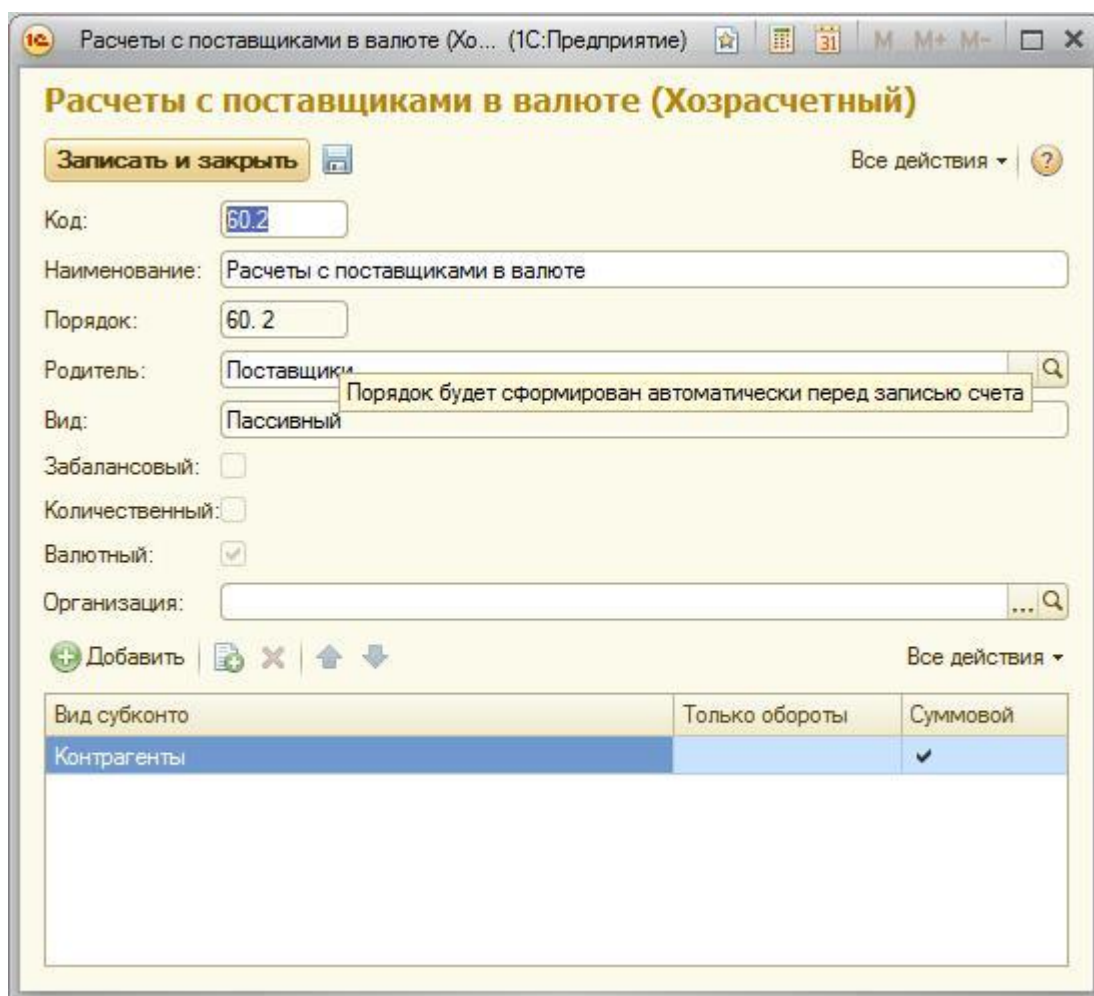

Рисунок 25.11. Подсказка, выводимая при наведении указателя мыши на поле **Порядок**
11. Реализовав автоматическое формирование порядка, запретим изменение поля **Порядок** пользователем, но оставим его на форме и снабдим подсказкой. Для этого в редакторе форм вызовем палитру свойств для поля **Порядок**, установим флаг **ТолькоПросмотр** и в свойство **Подсказка** введем текст: "**Порядок будет сформирован автоматически перед записью счета**". Вот как, в итоге, будет выглядеть форма счета в пользовательском режиме (рисунок 25.11).